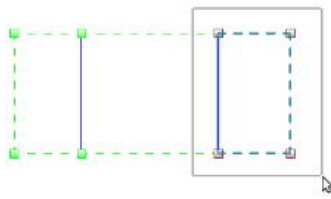

图 4-23 框选右侧小矩形
• 单击上下文选项卡“形状编辑”面板中的“修改子图元”工具，自左上到右下框选图 4-23 中的右侧小矩形，在选项栏“立面”参数栏中输入 600 后回车（这一步操作使框选的四角点抬高 600mm）。按 Esc 键结束命令。